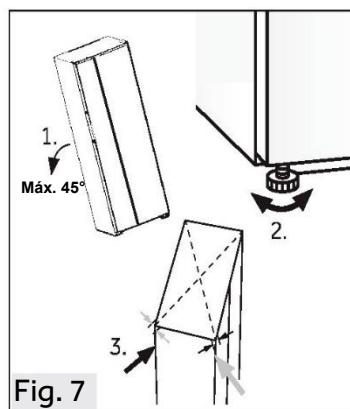

Fig. 7
1. Inclíne el electrodoméstico ligeramente hacia atrás (Fig. 7).